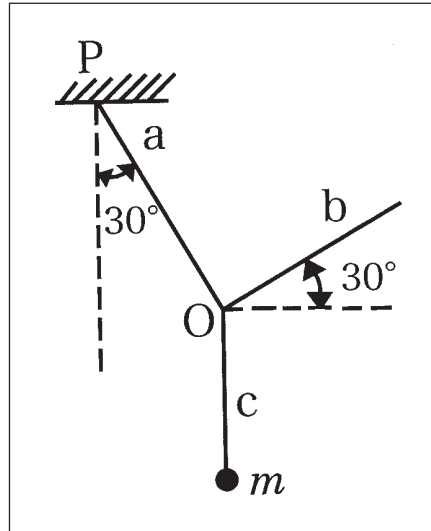

図1
(1) 次の図1に示すように、質量10[kg]の物体mに結んだひもの他端を天井Pに固定し、このひもの途中のOにもう1本のひもを付け、水平と 30° の方向にひくと、ひもPOは鉛直線と 30° の角度で傾いた。ひもの直線部分aの張力 F_a [N]の値として最も適切なものを1～5から一つ選べ。ただし、 $\sin 30^\circ = 0.5$ 、 $\cos 30^\circ = 0.87$ 、 $\tan 30^\circ = 0.58$ とする。解答番号は